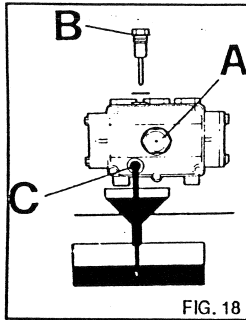

FIG. 18
Controlar periódicamente el nivel de aceite en la bomba de alta presión a través de la mirilla (fig. 18 A) ó la varilla de control de nivel (fig. 18 B).
- 1) Desenroscar el tapón de descarga situado debajo de la bomba (fig.18 C).